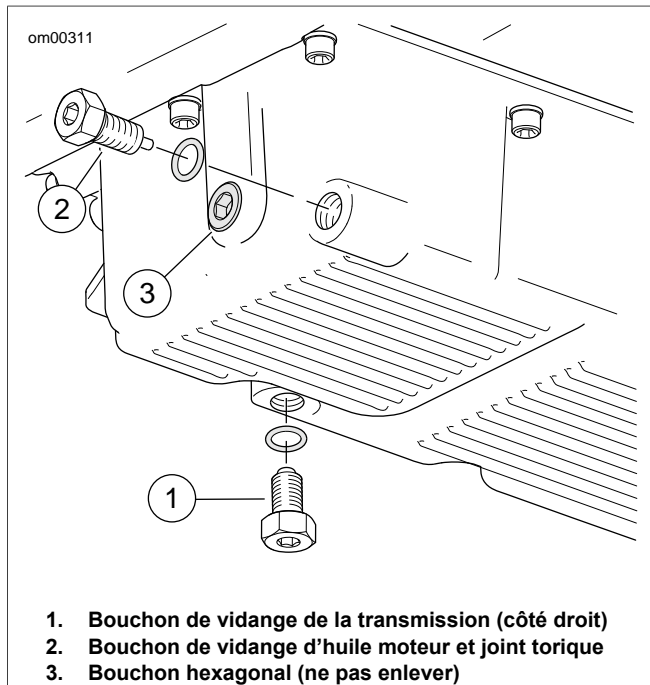

Figure 1-3. Carter d'huile
3. Voir Figure 1-3. Déposer le bouchon de vidange d'huile (2). Ne pas enlever le bouchon hexagonal (3) ni le bouchon de vidange de la transmission (1). Laisser l'huile se vidanger complètement.